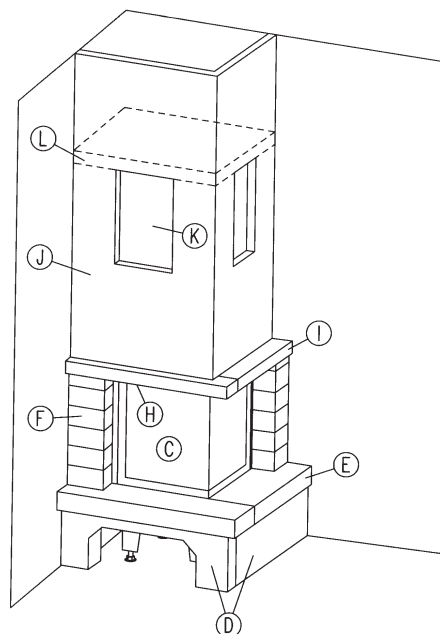

Abb. 10
- 11.4 Legen Sie dann die Promasilplatten der Zwischendecke auf das Schürzenunterteil sowie auf die hinteren Dämmplatten bündig und waagrecht auf. Die Einzelteile der Zwischendecke müssen dicht miteinander verklebt sein! Auf die Zwischendecke setzen Sie die Schürze weiter bis zur Zimmerdecke. **(Abb. 10)**